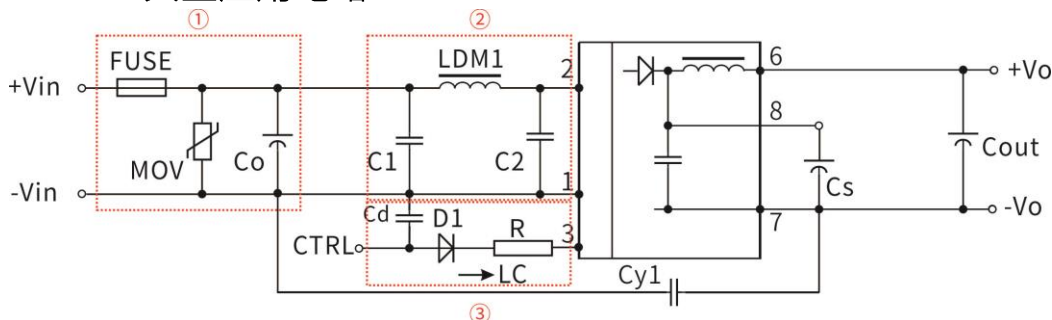

图 3
② 图 3 中第①部分用于 EMS 测试; 第②部分用于 EMI 滤波, 可依据需求选择;
② V_C 为 Ctrl 端相对于输入地 GND 的电压, V_D 为 D1 的正向导通压降, I_C 为流入 Ctrl 端的电流, 一般取 5-10mA, Ctrl 端外围电路如图 3-③;
③若图中元器件无附其参数说明, 则此型号外围中不需要这个元器件。